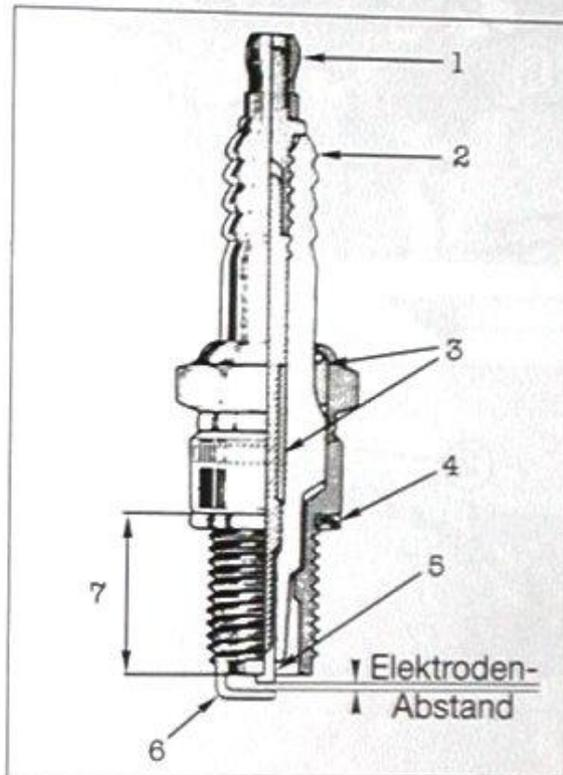

Bild 21
- Elektrodenabstand mit Fühlerlehre messen, Sollwert: 0,6 – 0,7 mm (Bild 21).